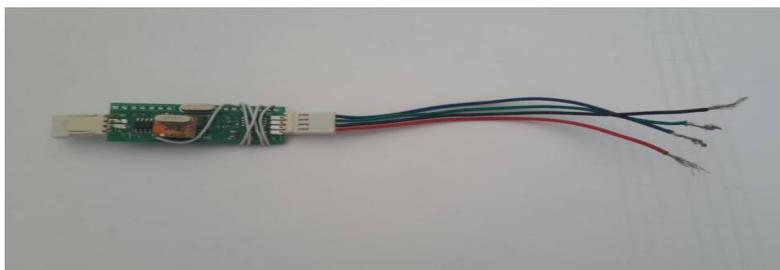

图4
(2) 作弊方式二：在称重传感器总线上串装作弊器 (见图4)